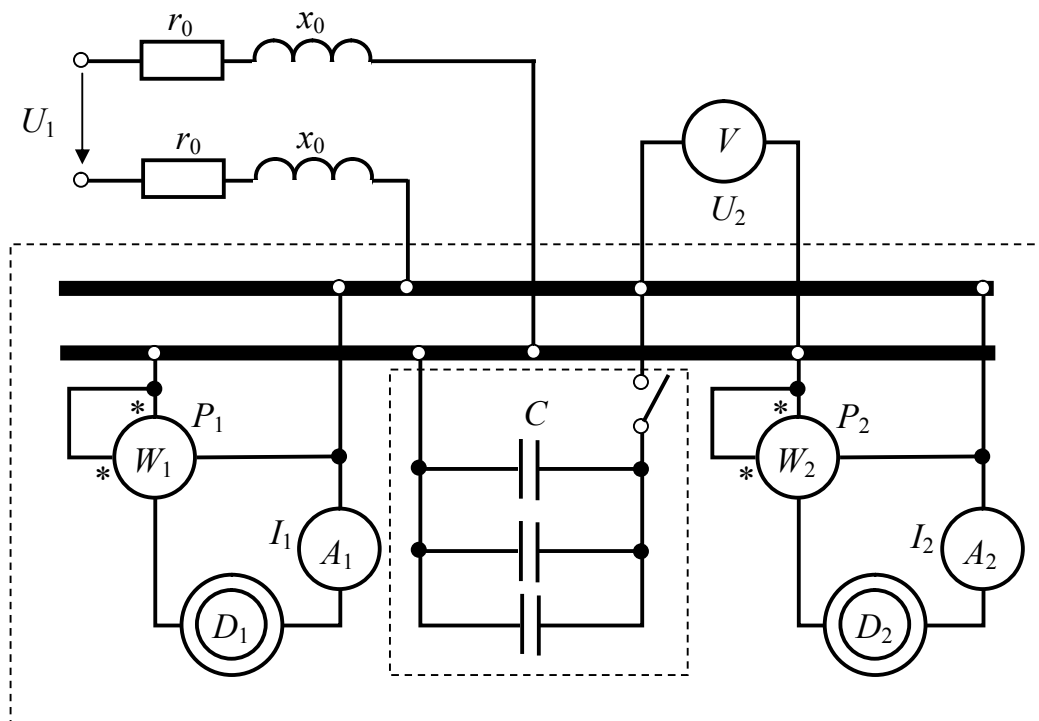

Рис. 3
**ЗАДАЧА 3.** Два электродвигателя переменного тока  $D_1$  и  $D_2$  подключены параллельно к сети с напряжением  $U_2$  (рис. 3) и работают с низким коэффициентом мощности  $\cos\varphi$ . Измерительные приборы в цепи каждого электродвигателя показывают токи  $I_1$  и  $I_2$ , мощности  $P_1$  и  $P_2$ .